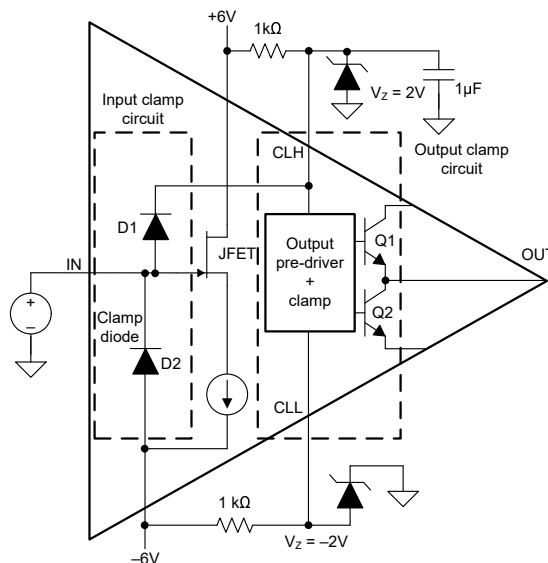

図 7-1. 内部入力および出力の過電圧クランプ
- 図 7-1 に、2 つの内部クランプダイオード D1 と D2 を経由してピン CLH および V_{S-} に接続されている BUF802 の入力を示します。これらのダイオードは連続電流の 100mA 定格であり、非常に高い過渡電流に耐えられます。JFET 入力電圧が CLH または V_{S-} の電圧を超えると、ダイオードは順方向にバイアスされ、JFET を CLH および V_{S-} にクランプします。ツェナー ダイオードと並列に 1μF のコンデンサを接続すると、D1 ダイオードを通過する過渡吸収に役立ちます。